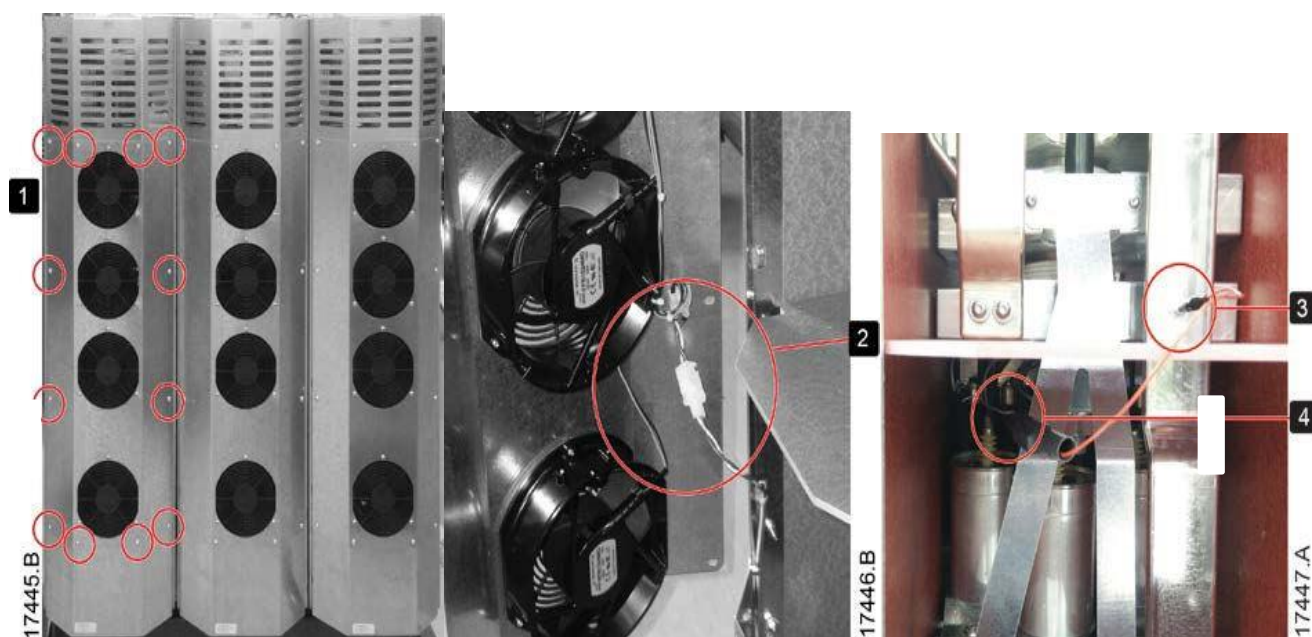

Рис. 9.4 – Подключение комплекта резисторов проверки двигателя низким напряжением для УПП с номинальным ток и напряжения 900 А - 1740 А и 6 кВ
Подключение комплекта резисторов проверки двигателя низким напряжением для УПП с номинальным ток и напряжения **900 А - 1740 А и 6 кВ** (см. рис. 9.4):
- Отверните 12 винтов, которые крепят каждый узел вентилятора (поз.1 на рис. 9.4). Не отворачивайте 3 винта, которые крепят каждый вентилятор.
- Отсоедините вилку цепи управления вентилятора (поз.2 на рис. 9.4).
- Подключите один конец комплекта резисторов к болту на шине (поз.3 на рис. 9.4).
- Подключите другой конец комплекта резисторов к маленькому болту ниже втулки под изолирующей панелью (поз.4 на рис. 9.4).